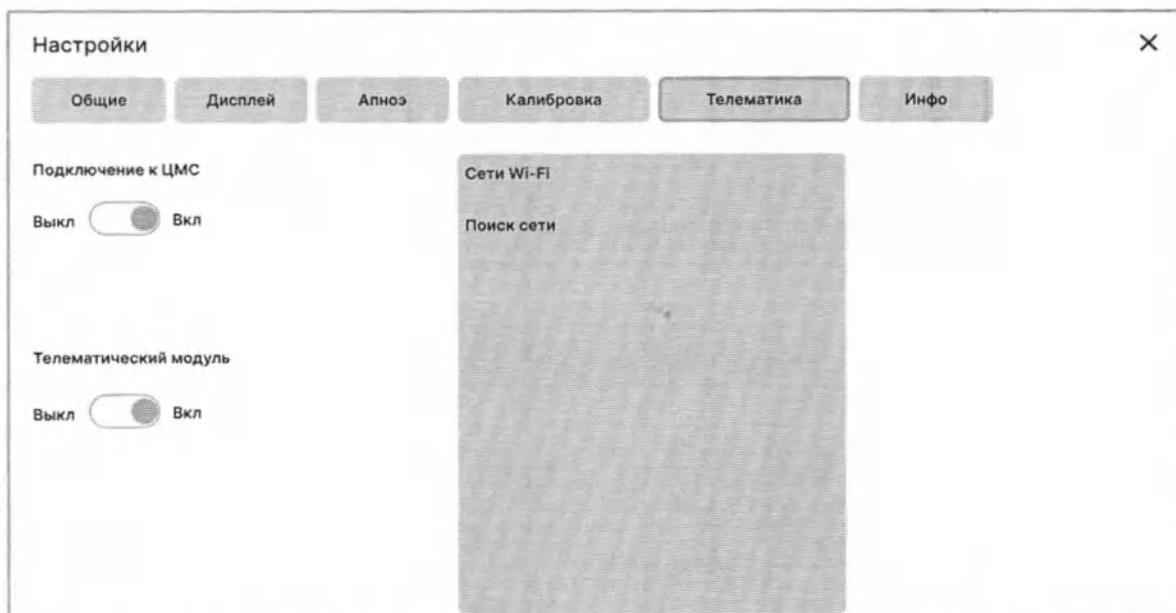

Рисунок 5.14 – Телематический модуль подключен
- 1 Переведите переключатель «Телематический модуль» в положение «Вкл.» – см. рисунок 5.14.